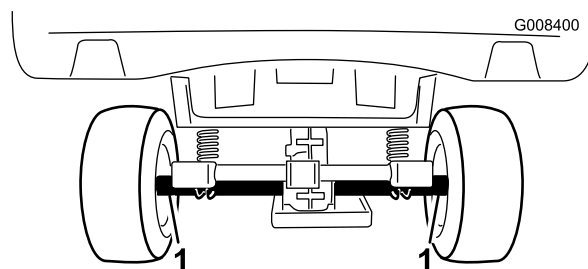
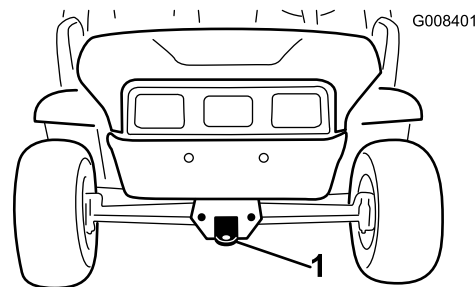

Figure 21
Figure 22
Chargez la machine sur une remorque pour la déplacer sur une longue distance. Arrimez solidement la machine sur la remorque. L'emplacement des points d'attache sur la machine est indiqué à la Figure 21 et la Figure 22.
2. Accrochez un câble de remorquage à la flèche d'attelage à l'avant du châssis de la machine (Figure 22).